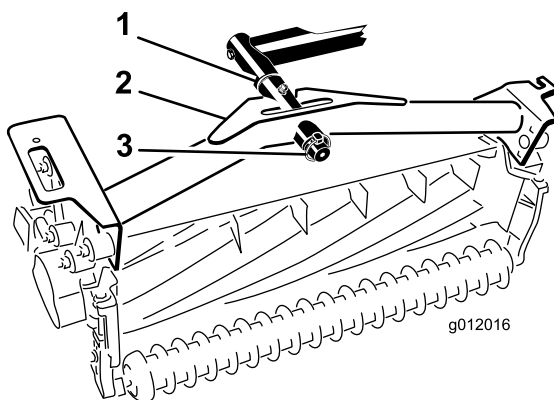

Figura 21
2. Glisai cadrul de susinere a unității de tăiere pe tija de pivotare i fixai-l cu un cui de osie (Figura 21).